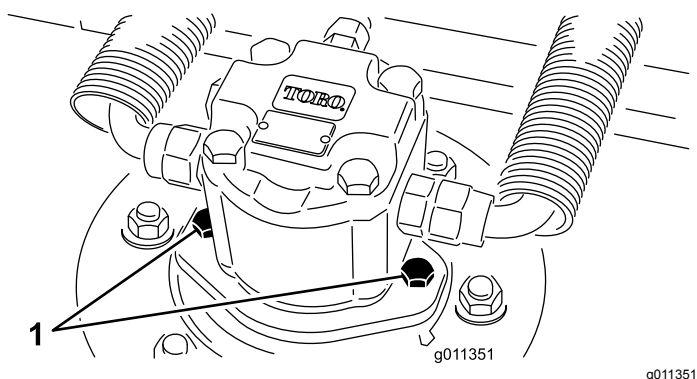

Figura 79
2. Scollegate e staccate il motore idraulico dal piatto di taglio (Figura 79). Coprite la parte superiore del mandrino per impedire che venga contaminato.
4. Montate il motore idraulico sul piatto di taglio (Figura 79). Verificate che l'O-ring sia in sede e non sia danneggiato.